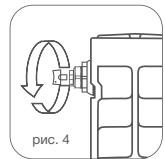

рис. 4
- 8.4. Для удаления воздуха из радиатора в верхний коллектор обязательна установка крана Маевского* с автоматическим воздухоотводчиком. Для удаления воздуха через кран Маевского необходимо периодически (несколько раз в год) вручную справлять его с помощью специального ключа* (рис. 4).